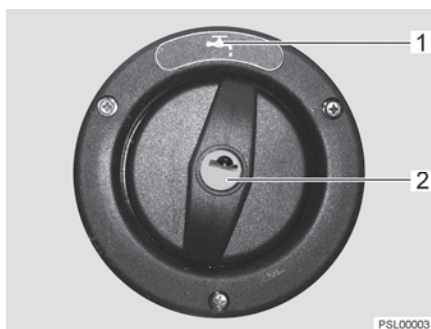

Fig. 71 Couvercle de fermeture pour bec de remplissage d'eau potable
Le bec de remplissage d'eau potable est désigné par le symbole "🚰" (Fig. 71,1). Le couvercle de fermeture est ouvert et verrouillé à l'aide de la clé pour les serrures extérieures.
- Insérer la clé dans le barillet (Fig. 71,2) et la tourner d'un quart de tour dans le sens inverse des aiguilles d'une montre.
- Ouvrir le bec de remplissage d'eau potable (Fig. 71).